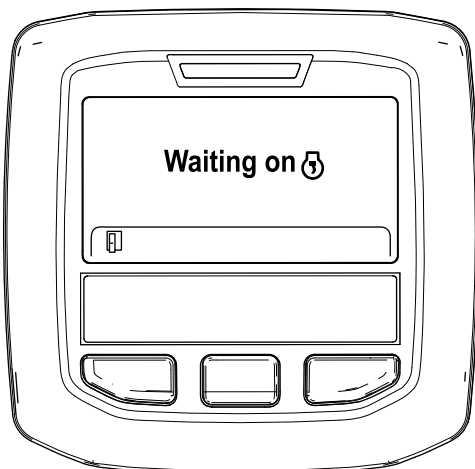

Рисунок 54
- В. Появится сообщение «Waiting on » («Ожидание») (Рисунок 54).